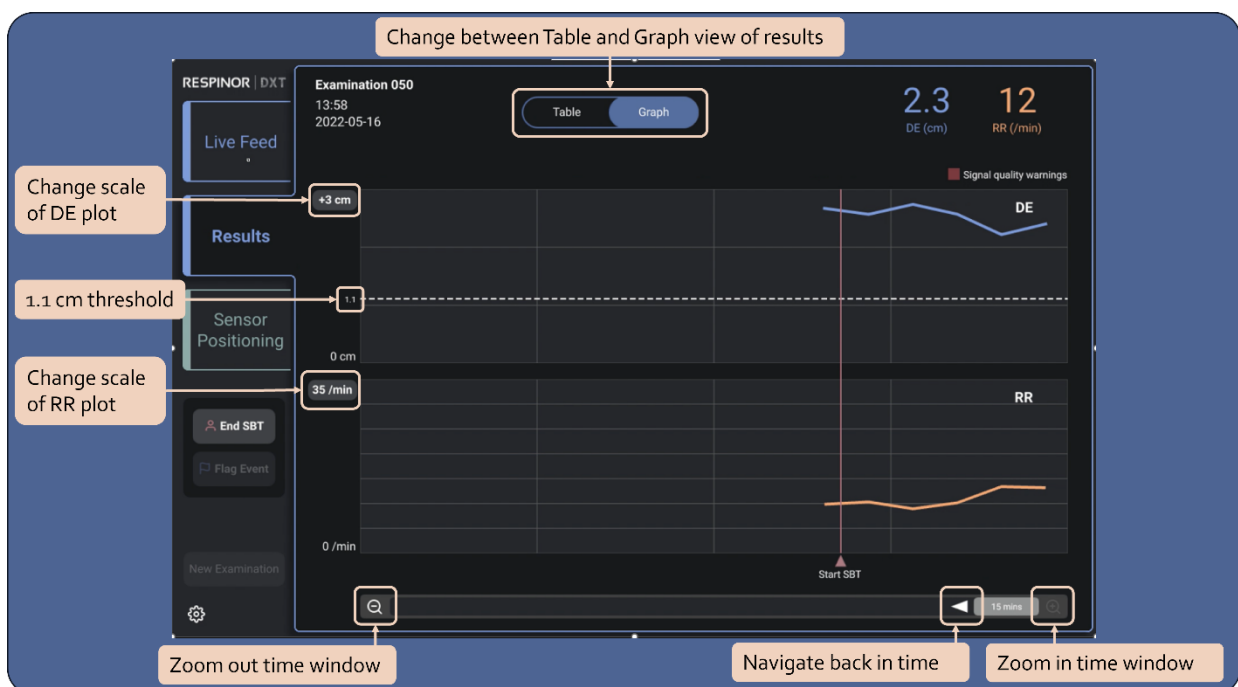

Figure 19. Format graphique de la vue Résultats.
- Dans la vue Résultats, accéder à l'affichage graphique des résultats en appuyant sur le bouton situé en haut de l'écran (Figure 19).
- Après avoir sélectionné l'identifiant souhaité, une fenêtre s'affiche avec le graphique et le tableau de la vue Résultats (Figure 19 et Figure 14) s'affiche à l'écran.